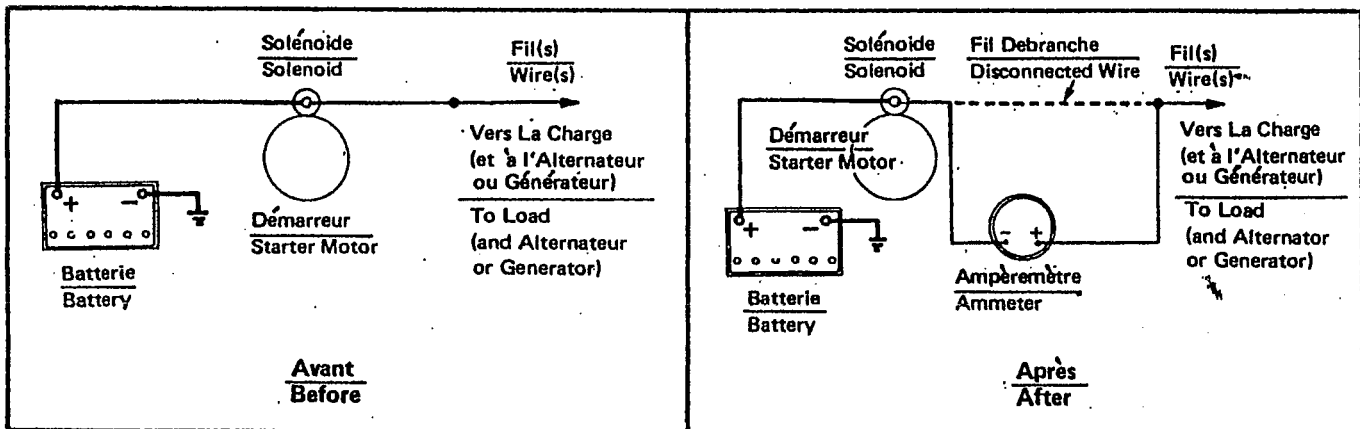

FIGURE 1
3. Raccordez le fil négatif de l'ampèremètre à la borne-batterie du solénoïde du démarreur. Voir Fig. 1.
3. Connect negative wire from Ammeter to battery terminal of starter solenoid (Figure 1).